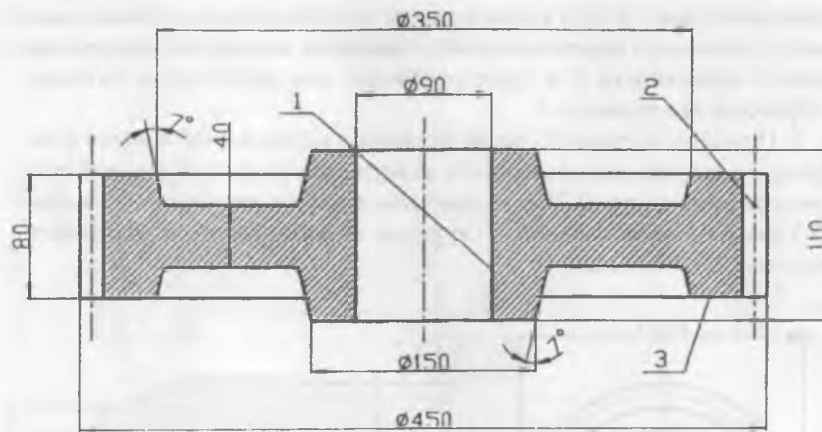

Рис. 1. Колесо зубчатое. Материал – сталь 35Л
2. Приведите схемы обработки поверхностей 1, 2, 3 детали, чертеж которой дан на рис. 1. Для каждой схемы укажите название станка, инструмента и зажимных приспособлений. Приведите эскизы инструмента для обработки поверхности 3 и приспособления для закрепления заготовки при обработке поверхности 2.